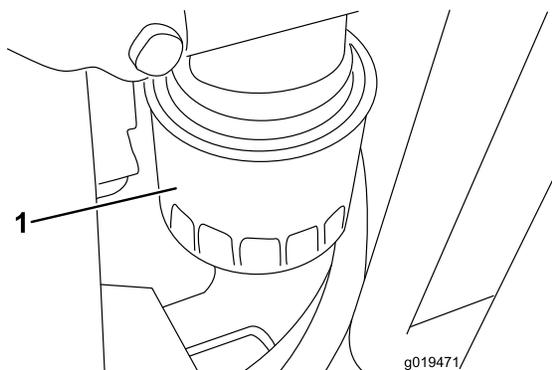

Figure 55
- Déposez le filtre à huile (Figure 55). Appliquez une fine couche d'huile propre sur le joint du filtre de rechange avant de le visser en place. Ne serrez pas excessivement.